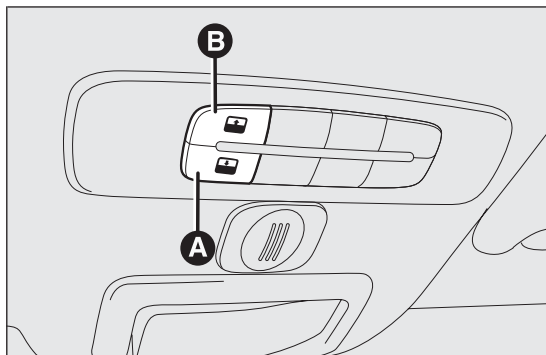

Abb. 46
Die Bedienung des Schiebedachs ist nur bei Zündschlüssel auf MAR möglich. Die Bedienungen A und B Abb. 46 befinden sich neben der vorderen Deckenleuchte und steuern das Schließen/Öffnen des Schiebedachs.
Die Taste B Abb. 46 gedrückt halten: das Dach geht in die Position "Spoiler". Nochmals die Taste B drücken und gedrückt halten: das Dach hält in der Position an, die beim Loslassen der Taste erreicht wurde.
Die Taste A Abb. 46 gedrückt halten: das Dach geht in die Position "Spoiler". Das Dach hält in der Position an, die beim Loslassen der Taste A erreicht wurde. Nochmals die Taste A drücken und gedrückt halten, bis das Dach komplett geschlossen ist.
- ☐ Die Taste A Abb. 46 gedrückt halten, damit sich das Dach Ruckweise komplett schließt